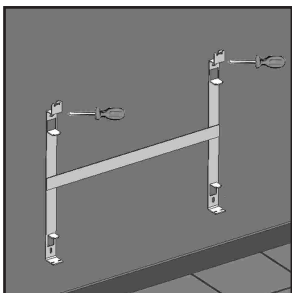

fig. 5
6. Por ultimo, atornillar para dejar el soporte correctamente fijado. (fig. 5)